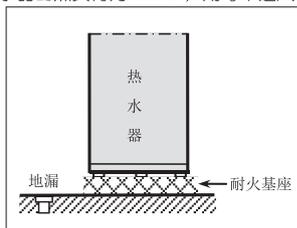

图1 基座
- ◆ 建议将热水器放置在一高度不小于50mm的耐火基座上，如图1所示；基座附近应有排水畅通的耐高温地漏，以防止万一热水器或管道泄水而损坏其它设施！